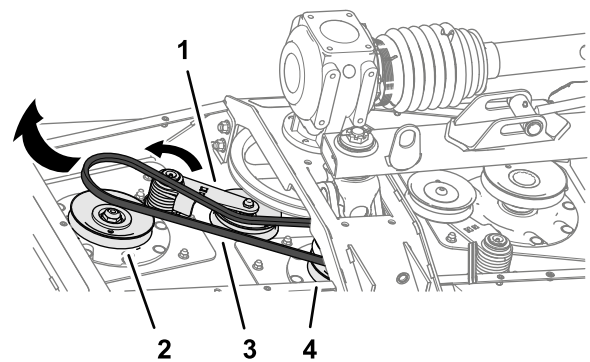

Bild 66
3. Drehen Sie den Riemen spanner für den kurzen Riemen mit einer Brechstange oder ähnlichem Werkzeug gegen den Uhrzeigersinn und ziehen Sie den Riemen von der Spannscheibe ab (**Bild 66**).